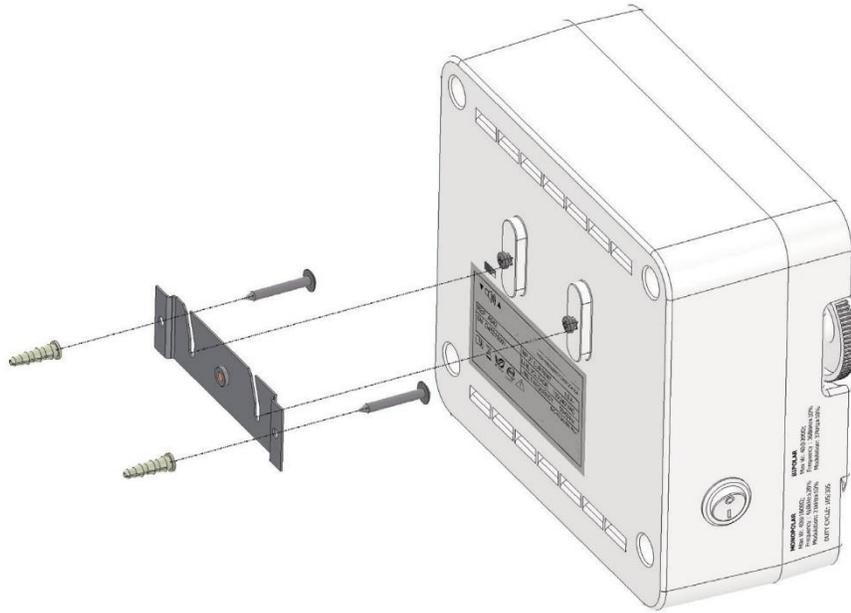

Figure 1
1. Installer Bovie® DERM 941/942 contre le mur ou sur un chariot mobile commandé facultativement, à l'aide du kit de montage standard (voir fig. 1). Ne pas faire fonctionner l'appareil en position horizontale, car des liquides pourraient se verser dans l'appareil.